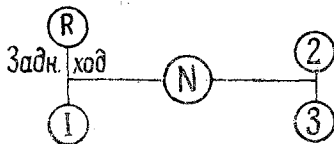

Рис. 3. Схема положений рычага коробки перемены передач
2. Положение рычага коробки перемены передач при разных передачах показано на рис. 3.